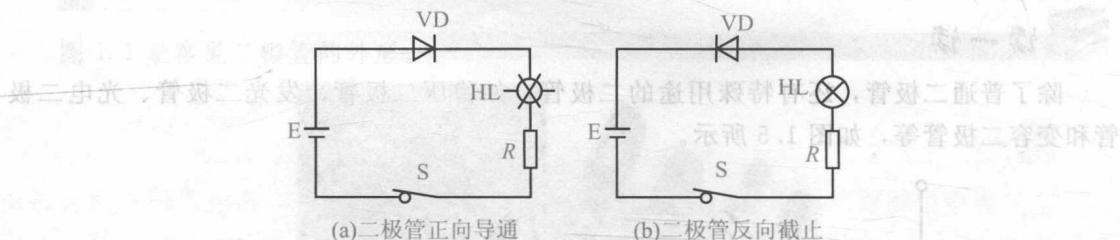

图 1.7 二极管的单向导电性
①正向导通。将二极管接入电路中，当二极管的正极与电源正极相连、负极与电源负极相连时，将开关闭合，我们看到指示灯发光，如图 1.7(a)所示。
合，指示灯不发光，如图 1.7(b)所示。